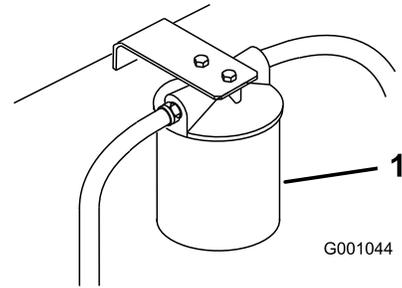

Figura 95
3. Coloque un recipiente bajo el filtro, retire el filtro usado y limpie con un paño la superficie de la junta del adaptador del filtro (Figura 95).